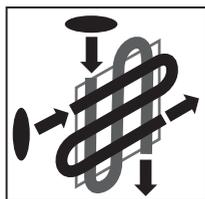

Рис. 4
2. Ведение изделия вдоль окрашиваемой поверхности осуществляйте непрерывной зигзагообразной линией в направлении, соответствующем установленному факелу: горизонтально - при вертикальном факеле; вертикально – при горизонтальном (Рис. 4);
3. Для равномерности покрытия делайте (Рис. 4) нахлест между соседними линиями;